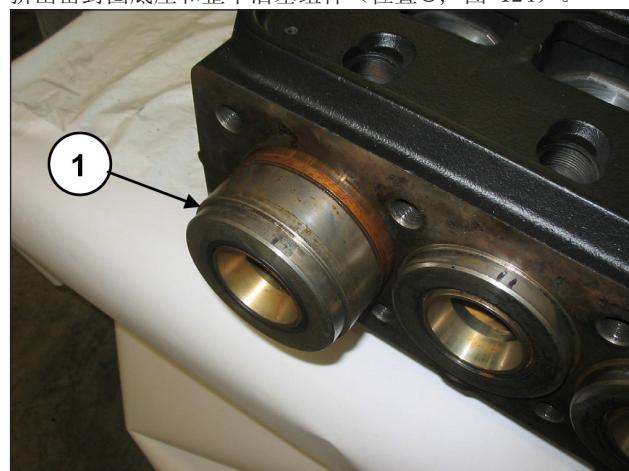

图 124
转动轴，使活塞导承向前移动，从而使缓冲垫向前移动，挤出密封圈底座和整个活塞组件(位置①，图 124)。